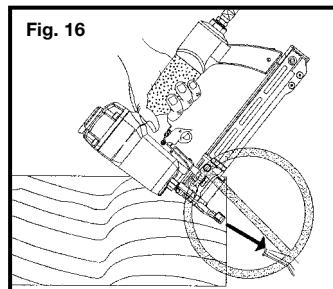

Fig. 16
- **N'utilisez pas d'attaches près du bord de la pièce à travailler.** La pièce risque de se fendre, ce qui permettrait à l'attache d'être lancée ou de faire un ricochet et de causer des blessures personnelles. (Fig. 16)